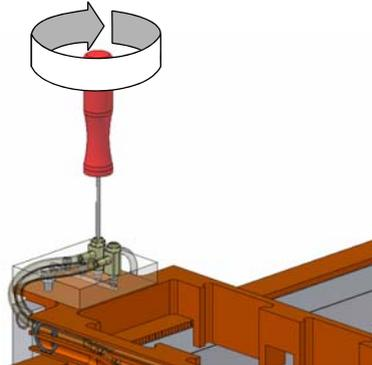

Abbildung 7. Ventil justieren
- Schliessen Sie alle Ventile (Abbildung 7) mit Hilfe des mitgelieferten Schraubendrehers (siehe "Zugangsklappe" auf Seite 5).